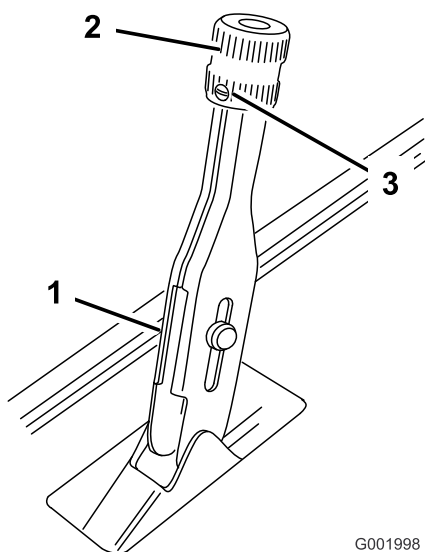

Figura 62
- Afloje el tornillo de fijación que sujeta el pomo a la palanca del freno de estacionamiento (Figura 62).